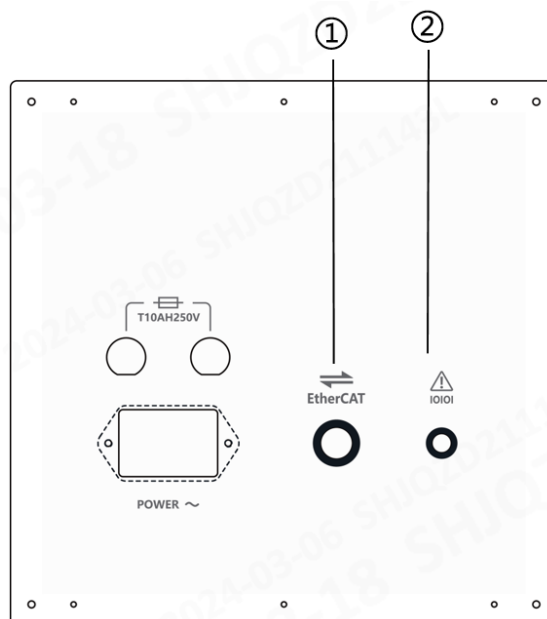

Figura 4.4. Diagrama de conexão de cabos da Plataforma do Paciente
correspondente ao ícone , e conecte o cabo de alimentação do CONSOLE DO CIRURGIÃO de modo a completar a conexão do cabo do Console do Cirurgião. A Plataforma do Paciente é conectada conforme a Figura 4.4 abaixo
1. Ligue o Console do Cirurgião e a Plataforma do Paciente: Depois de pressionar o botão liga/desliga, verifique se a luz indicadora de energia está constantemente verde, conforme mostrado na Figura 4.3 e na Figura 4.4; Pressione o botão Ligar no guiador.